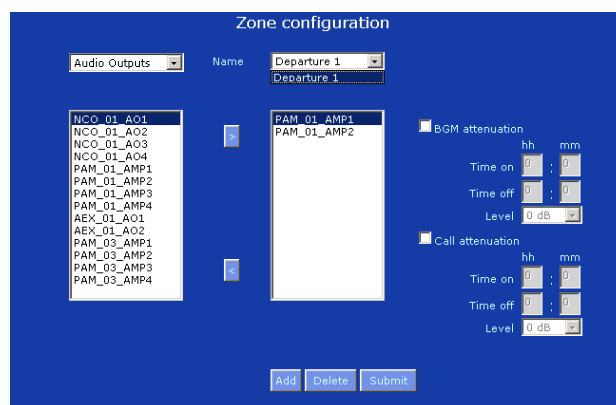

figura 34.12: Cancellazione zona, passaggio 4.
- 4 fare clic sul pulsante *OK* per confermare che la zona deve essere cancellata. Appare una schermata simile a quella in figura 34.12 . La zona cancellata non è più disponibile nell'elenco a discesa *Name* .